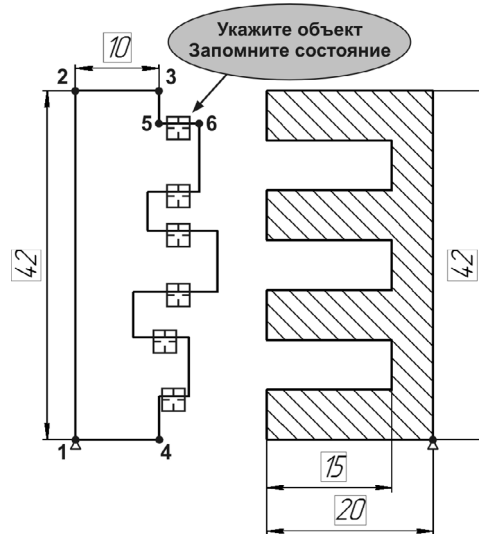

Рис. 62.58.
- 7.1. Укажите отрезок 5–6 (рис. 62.58) и нажмите кнопку **Запомнить состояние** на Панели специального управления.